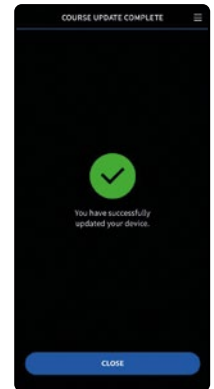

Abb. 4 - Bestätigung aktualisieren
5. Nach Abschluss wird die erfolgreiche Aktualisierung bestätigt.(Abb.4)